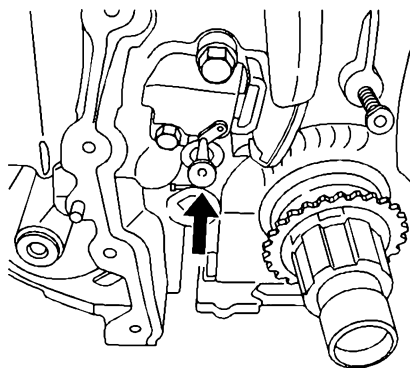

图 17-3 固定正时链条张紧器滑轨
- 9) 按照图 17-3 所示，用一个 T 字形零件将正时链条张紧器的滑轨固定住。